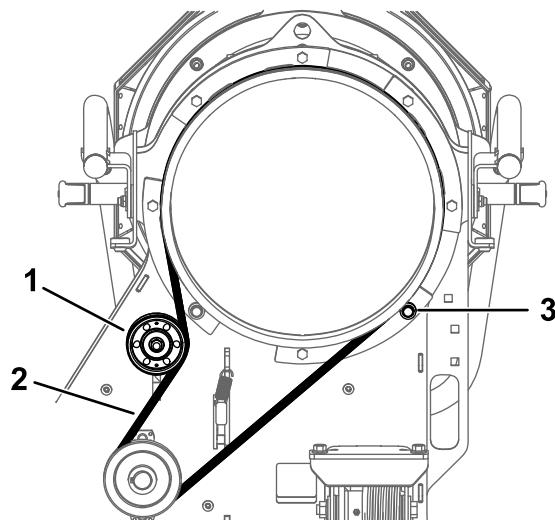

Figura 32
1. Perno (3)
4. Afloje la tuerca de la polea superior y deslice la polea hacia arriba para liberar la tensión de la correa (Figura 32).
5. Retire el cojinete de rodillos (Figura 32).
6. Retire la correa e instale una correa nueva (Figura 32).
7. Instale el cojinete de rodillos (Figura 32)
8. Deslice la polea superior hacia abajo hasta que la desviación de la correa sea de 5 mm (0.19") en el centro del tramo más grande, y apriete la tuerca (Figura 32).